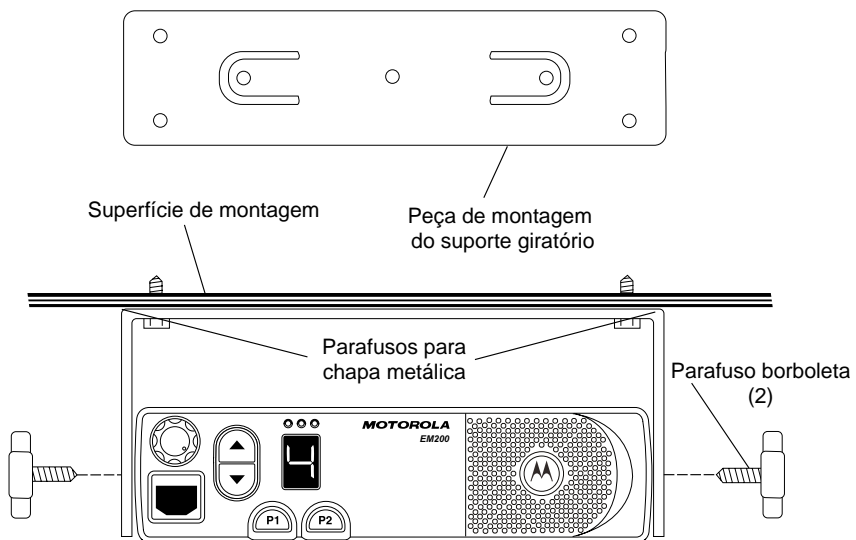

Figura 3-1. Instalação sobre o topo da transmissão (parte superior da figura)
1. Selecione o topo da transmissão ou uma área aberta sob o painel para instalar o rádio. (Ver Figura 3-1). Quando for instalar o suporte giratório no topo da transmissão, deve-se tomar cuidado para não afetar a estrutura externa da transmissão.
4. Fixe a peça de montagem do suporte giratório sobre a superfície de montagem com os quatro parafusos autorosqueantes que são fornecidos. (Ver Figura 3-1).